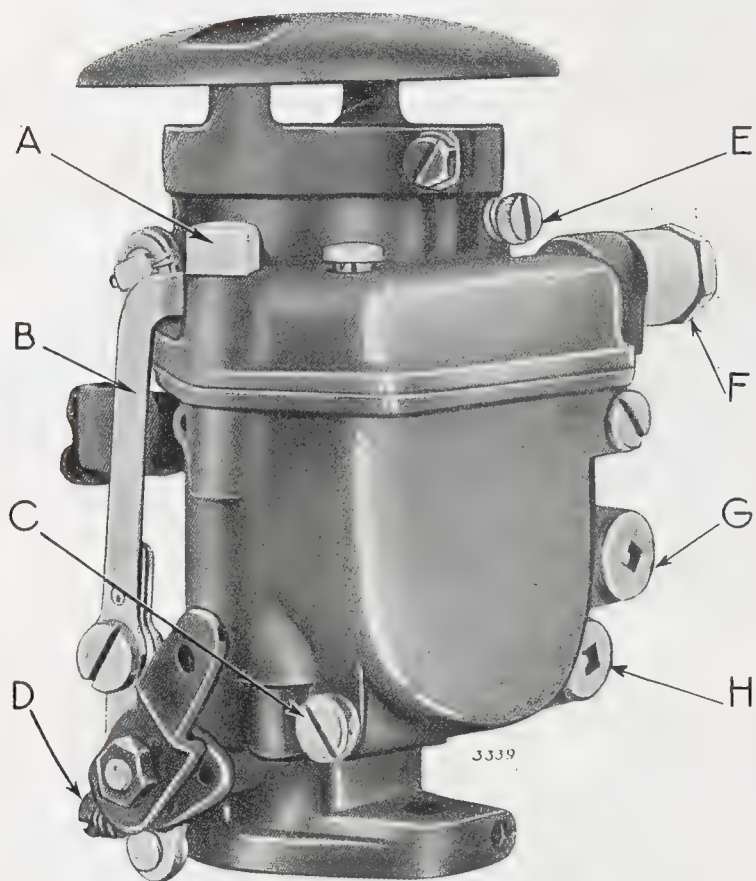

Fig. 11. — Vue du Carburateur.
- D'une part sur la vitesse par la vis butée de ralenti D (fig. 11).
- D'autre part sur la richesse par la vis de réglage d'air de ralenti E (fig. 11). *En vissant* cette vis on *enrichit* le mélange, en la *dévisant* on l'appauvrit.
Nettoyage de la cuve. Est recommandé lorsque la voiture a été immobilisée pendant un certain temps. *Dévisser simplement le bouchon de purge C (fig. 11) placé à la partie inférieure de la cuve. Ne pas démonter le couvercle de la cuve.*